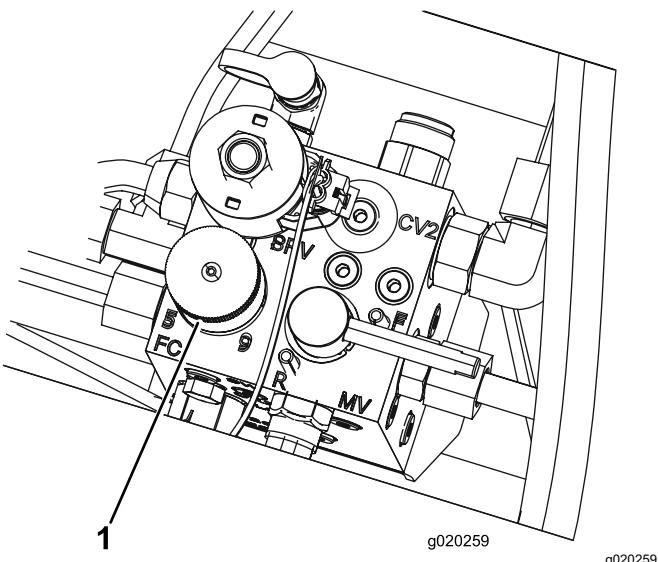

Figura 33
- Para ajustar a velocidade dos cilindros, rode o manípulo (Figura 33) até que a seta indicadora fique alinhada com o número que designa o ajuste desejado.